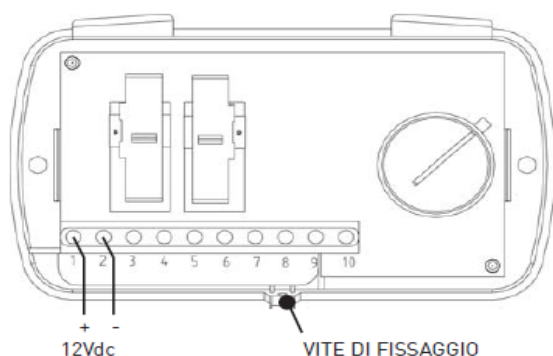

Fig. 12
1. Svitando l'apposita vite di fissaggio, smontare il coperchio dell'unità di comando. Collegare i cavi di uscita dell'alimentatore [DC OUT] all'unità di comando rispettando le polarità (fig.12).